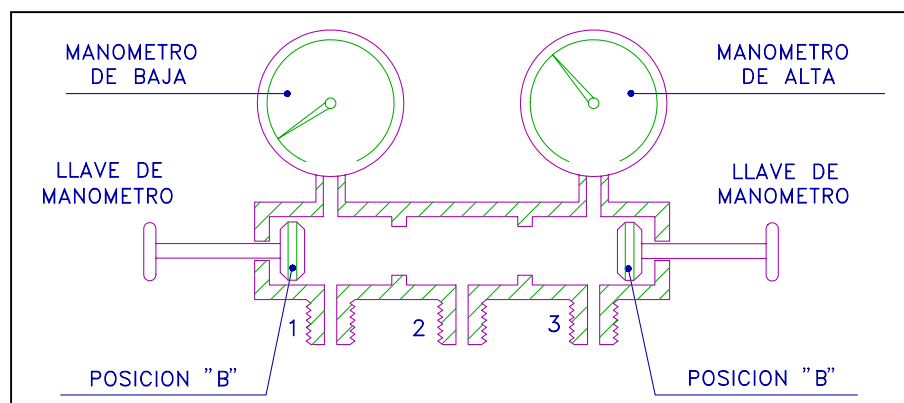

Fig.11
- Abrir las llaves de los manómetros y situarlas en la posición "B" (fig. 11).